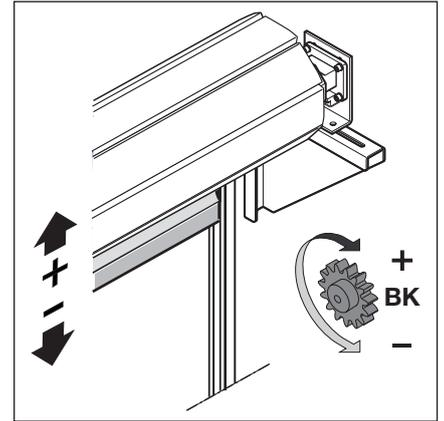

Abb. 6–20: Rändelschraube für die Endlage *Tor-Auf*
2. Im Totmannbetrieb *Tor-Auf/Tor-Zu* fahren und die schwarze Rändelschraube (BK) in + oder – Richtung drehen, bis der Antrieb abschaltet und damit die Endlage *Tor-Auf* festlegt (siehe Abb. 6–20).